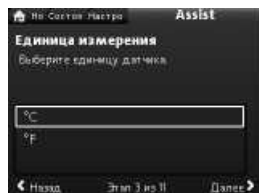

Рис. 39 Аналоговый ввод, единицы измерений
2. Следуйте указаниям для завершения настройки аналогового ввода. Начните с выбора единиц измерения, см. рис. 39, и закончите на экране с обзором заданных настроек.